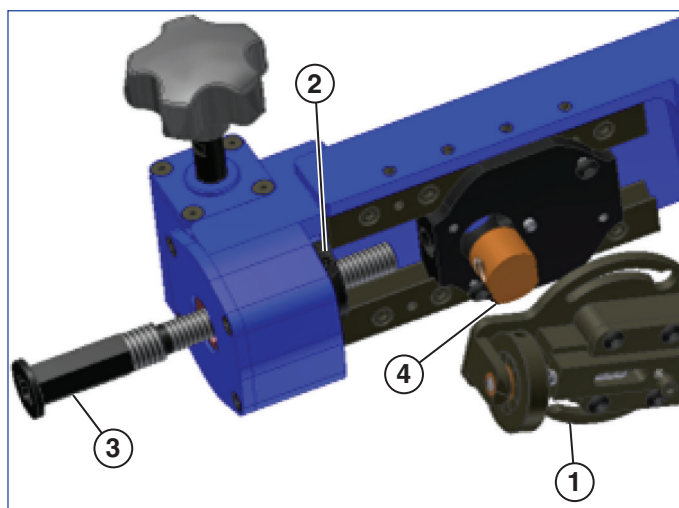

Figure 6
4. Deux vis d'avance sont fournies avec le QuickFace. Si la finition de surface souhaitée est de 125 - 250 micro pouces (3,18 - 6,35 mm), utiliser une vis d'avance de 1/2 - 11. Si la finition de surface souhaitée est de 60 - 100 micro pouces (1,52 - 2,54 mm), utiliser une vis d'avance de 1/2 - 20. Voir la vis de la figure 6.